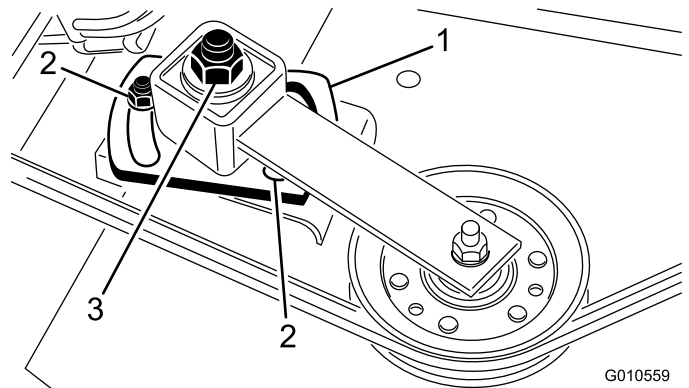

Bild 30
6. Ziehen Sie die Einstellmutter der Spannscheibe mit einem Sechskantschlüssel oder Drehmomentschlüssel auf 47 bis 54 Nm an (Bild 30).